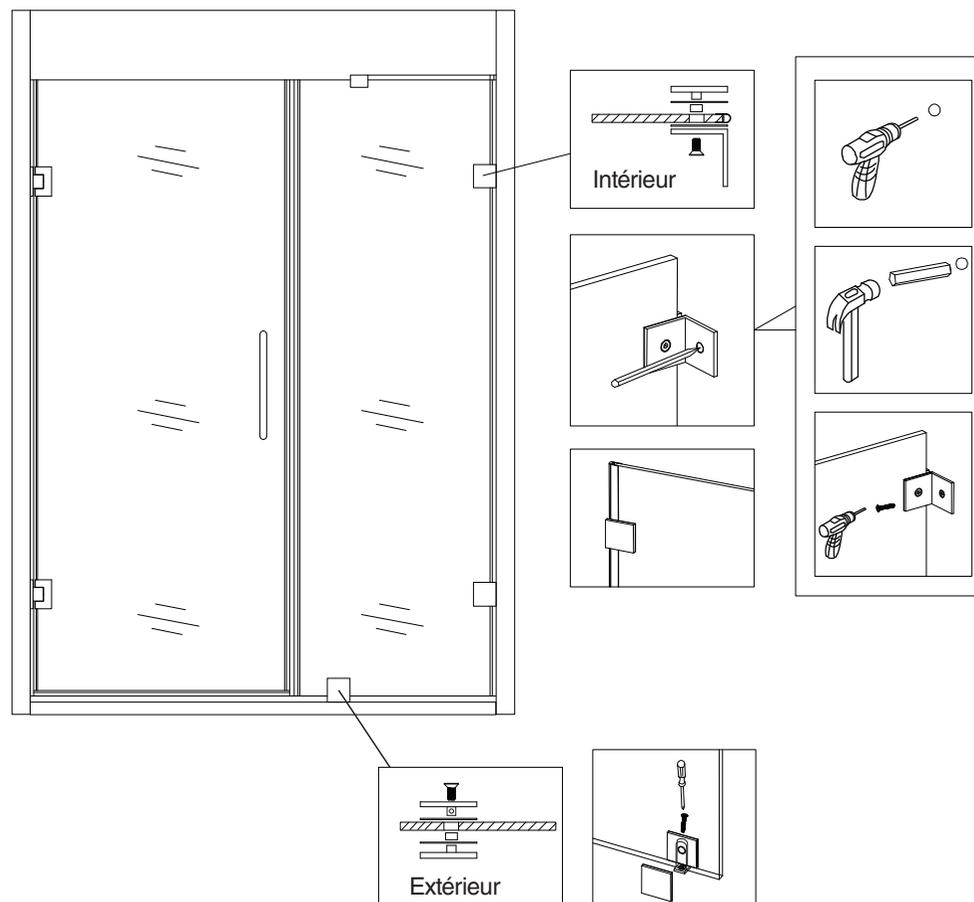

Fig. 4
1. Installez deux Supports Muraux (13) à travers l'entaille droite du Panneau de Verre fixé (8) et installez le clip inférieur (16) à l'entaille inférieure du Panneau de Verre fixé (8). Comme le montre la figure 4.